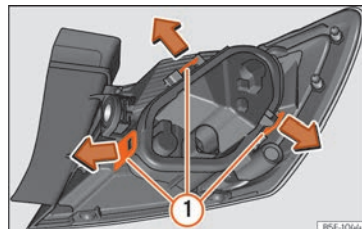

Fig. 116 Lengüetas de fijación en la parte posterior de la unidad de luz trasera.
- Desmonte el portalámparas » **fig. 116** desbloqueando las lengüetas de fijación ①.